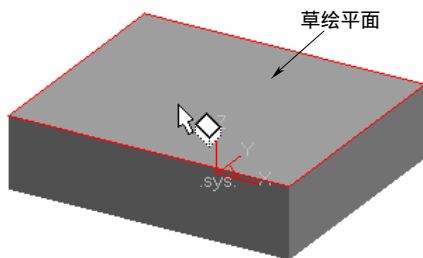

图 8-35 选择草绘平面
1) 在图形区选择图 8-35 所示的实体表面, 单击“绘制草图”按钮, 进入草图绘制状态。